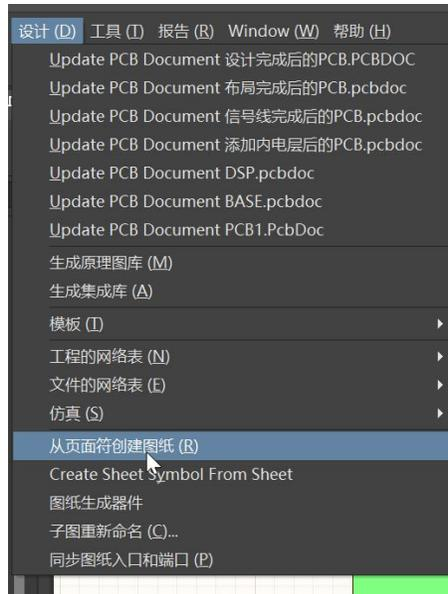

图7-9 从页面符创建图纸
5.从方块电路切换到原理图，单击方块电路，如图7-8所示，再单击“设计” | “从页面符创建图纸”，如图7-9所示。